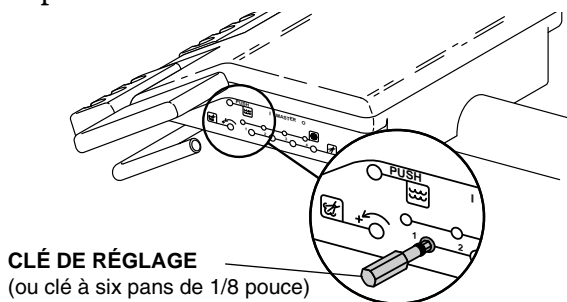

Figure 7. Commande du débit d'eau de refroidissement
Les commandes de débit d'eau de refroidissement sont utilisées pour régler le débit pour **chaque** pièce à main (voir figure 7).
On aura besoin d'une clé de réglage (voir figure 7) ou d'une clé de 1/8 pouce pour effectuer ce réglage.
2. Localiser les commandes de débit d'eau de refroidissement (voir figure 7).